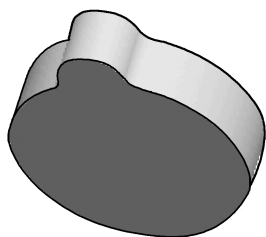
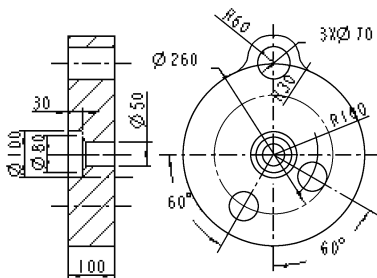

图 7-22 原模型
图 7-23 轮盘模型
【例 7-2】 利用图 7-22 所示的模型, 创建如图 7-23 所示的立体的孔特征。
(1) 打开文件“liti7-2.prt”, 如图 7-22 所示。
(2) 单击【基准特征】工具栏中的【轴】按钮, 弹出【基准轴】对话框, 此时【参照】收集器处于激活状态, 在图形区选择圆柱面 1, 在【基准轴】对话框中单击【确定】
(28) 在对话框的【孔直径】组合框中将直径值修改为“70”，选择【拉伸深度】类型为【穿透】方式。
(29) 拖动鼠标中键从各个方向预览模型，符合设计要求后，单击控制区的【应用】按钮，完成第4个孔特征，如图7-23所示。
(30) 保存文件，关闭窗口，拭除不显示。